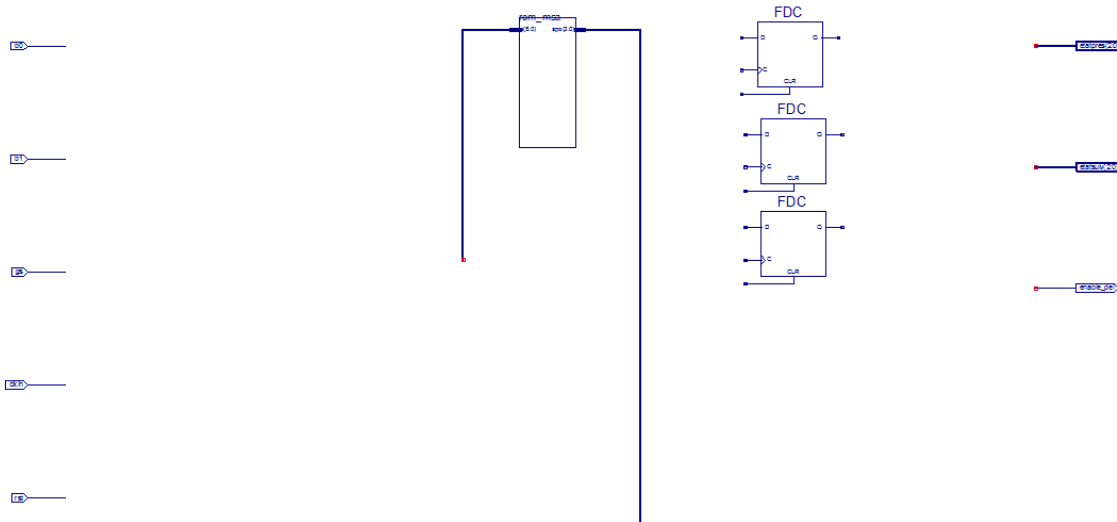

Figure 25. Tracez deux bus flottants de chaque côté du symbole de la mémoire ROM.
2. Cliquez sur l'entrée **a(5:0)** de la ROM, faites un angle droit et laissez prendre le bus un peu plus bas que le côté horizontal inférieur de la ROM, comme montré sur la Figure 25.
4. Tracez aussi un bus pour la sortie **spo(3:0)** mais terminez-le un peu plus bas, comme montré sur la Figure 25.